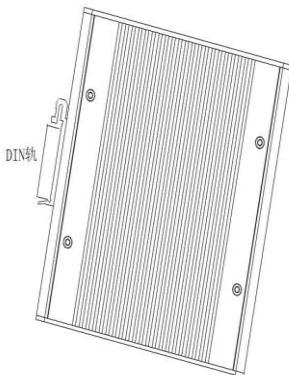

图 3-1 RugNet IES1005G 安装方式图
大多数的工业应用采用35mm标准DIN卡轨式安装，其安装尺寸如图3-1所示。从包装箱中取出设备时，RugNet IES1005G后面板上应该已经固定好铝型材的DIN卡轨连接座。如果RugNet IES1005G需要卡装在DIN轨上，则在安装之前应该检查DIN轨的安装情况。主要包括以下2项内容：
- 如图3-1中所示，将DIN轨卡入DIN卡轨连接座，确认RugNet IES1005G设备可靠地安装到DIN轨上。